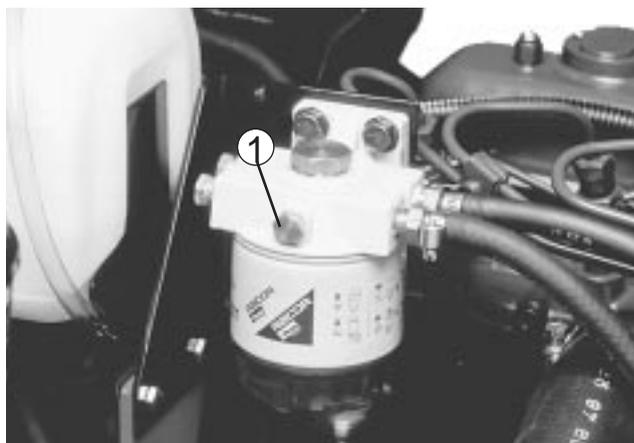

図 12
- 2．燃料フィルタ/水セパレータの上に付いているエア抜きネジ（図12）をゆるめます。